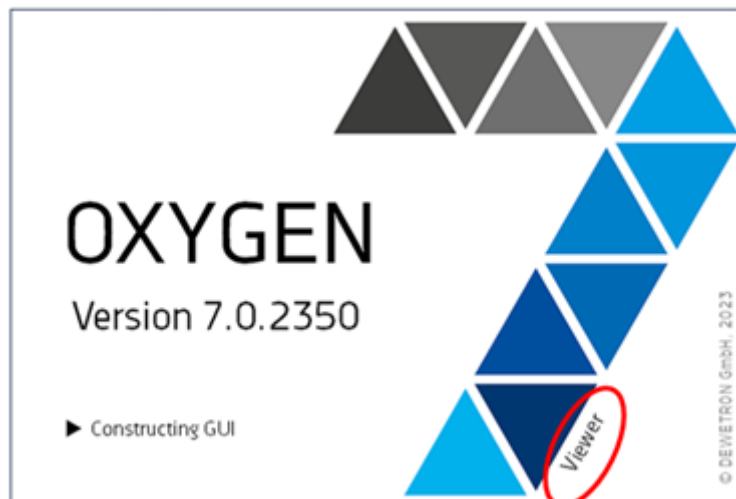

Abb. 3.21: Splash Screen für den OXYGEN Viewer
- Es ist möglich OXYGEN mehrere Male im Viewer Modus zu öffnen, um Messdateien analysieren zu können. Diese Messdateien können einfach direkt aus einem Ordner geöffnet werden, auch wenn OXYGEN bereits läuft. Dieser Viewer Modus wird im Splash Screen mit dem Zusatz „Viewer“ angezeigt, sobald OXYGEN startet, wie in Abb. 3.21 dargestellt.